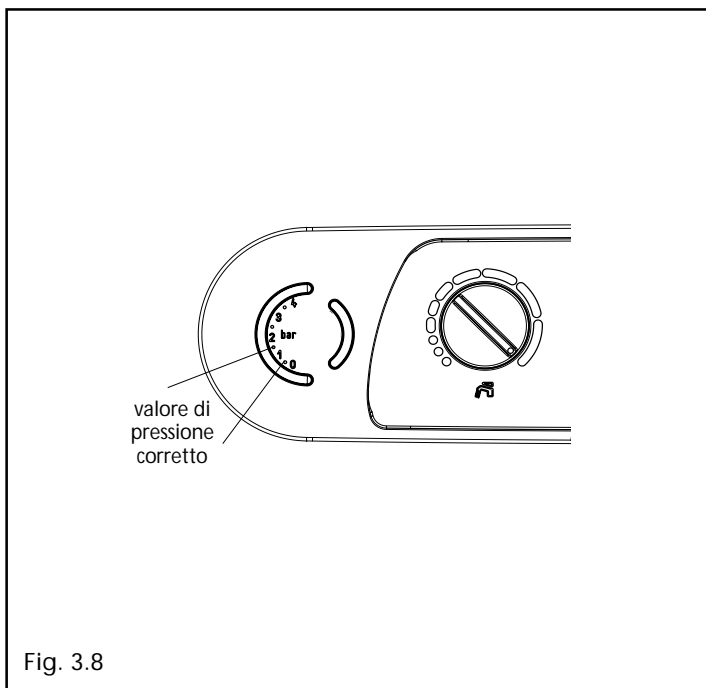

Fig. 3.8
- aprire il rubinetto di riempimento (**B**) fino a che la pressione indicata dall'idrometro sia compresa tra 1 e 1,5 bar (fig. 3.8).